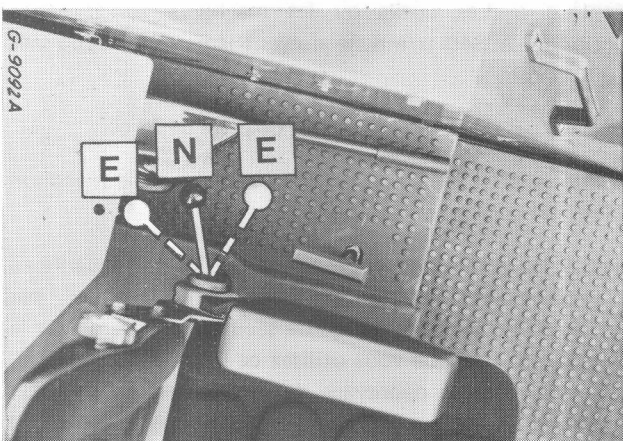

Figure 34
Avant de raccorder ou de désaccoupler l'arbre de transmission sur la prise de force assurez-vous que le levier de commande de prise de force soit au point mort (N) Fig. 34 et 35.